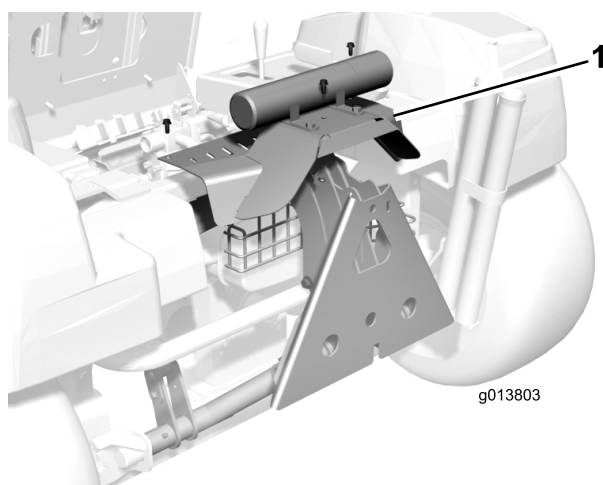

Figura 1
4. Retire los 3 tornillos que sujetan el conjunto de la tapa trasera al bastidor (Figura 1). Retire la tapa.